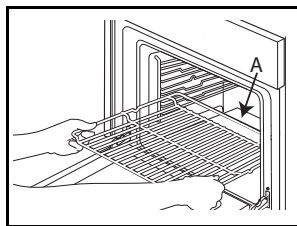

Fig.1
1. Introduzca la rejilla en posición horizontal con el saliente "A" orientado hacia arriba (fig. 1).